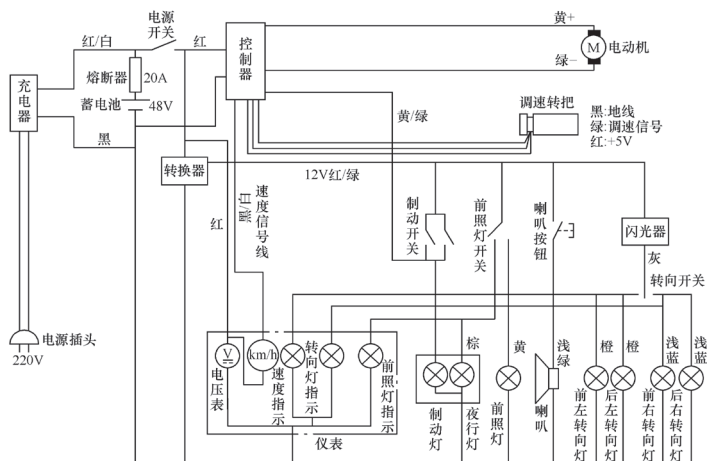

图 9-7 某品牌电动自行车电路
1) 电动自行车所配的电压为 48V 蓄电池，电路如图 9-7 所示。该车信号、照明电路所需的电压是经转换器变化的 12V 电压。